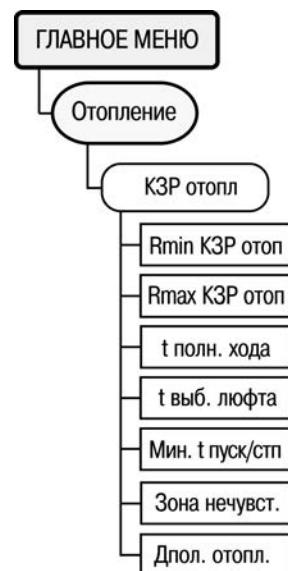

Рисунок 6.17
6.11.31 Для задания параметров КЗР теплообменника отопления служит пункт меню //**Отопление/КЗР отопл.** (рисунок 6.17).